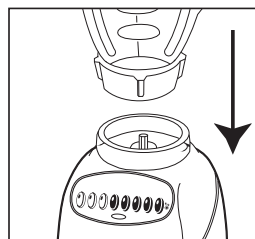

FIGURA 5
6. Ponga el conjunto del vaso sobre la base. (*Figura 5*)